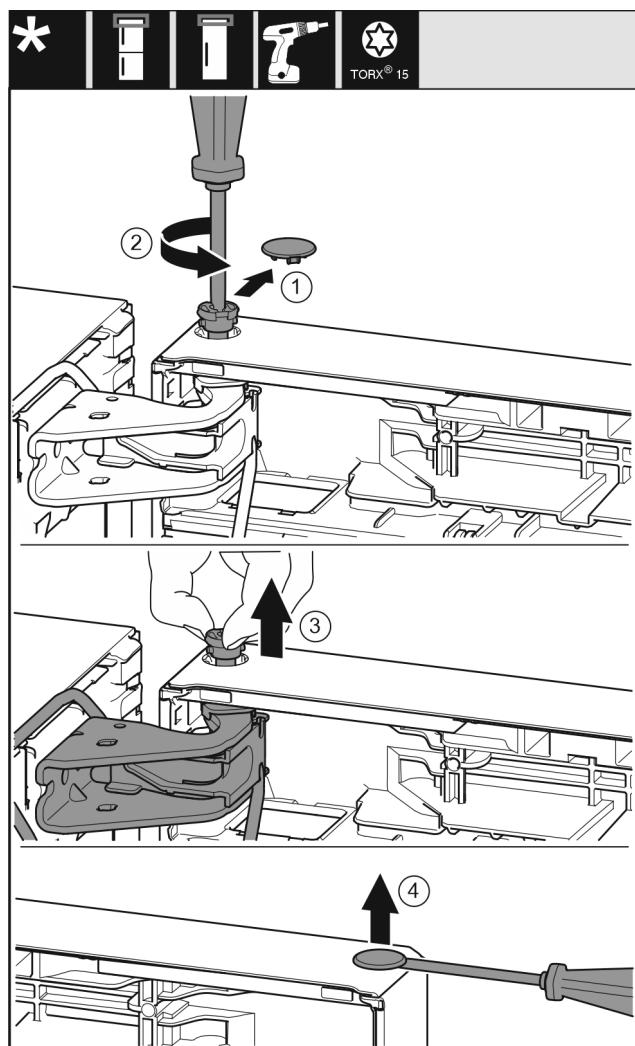

Fig. 20
- Sicherungsabdeckung vorsichtig abziehen. Fig. 20 (1)
- Bolzen mit Schraubendreher T15 ein Stück herausdrehen. Fig. 20 (2)
- Tür festhalten und Bolzen mit den Fingern herausziehen. Fig. 20 (3)
- Stopfen aus der Türlagerbuchse vorsichtig mit einem Schlitzschraubendreher anheben und herausziehen. Fig. 20 (4)